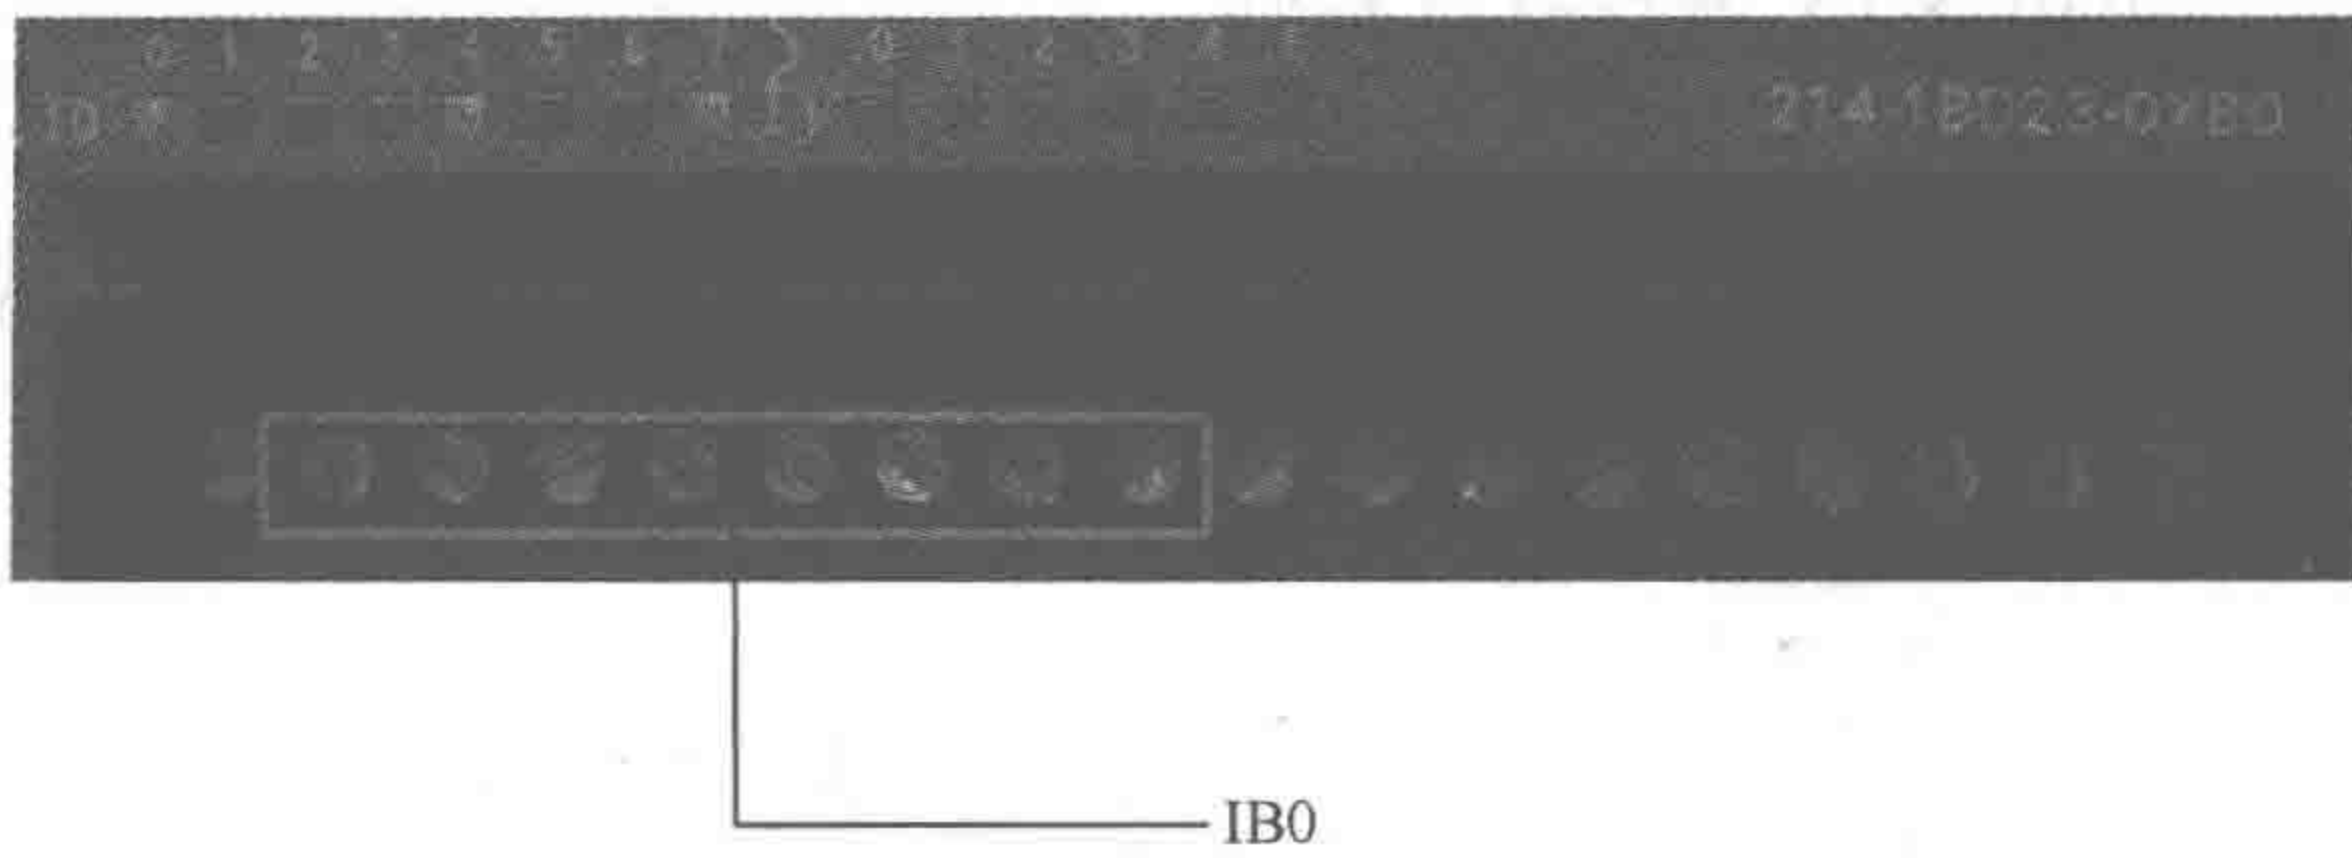

图 1-1-10 IB0 的物理输入
(2) 字节、字或双字: I[数据长度”, [起始字节地址”, 例如: IB0(图 1-1-10)。IW1、ID0 分别为字和双字的表达方法。